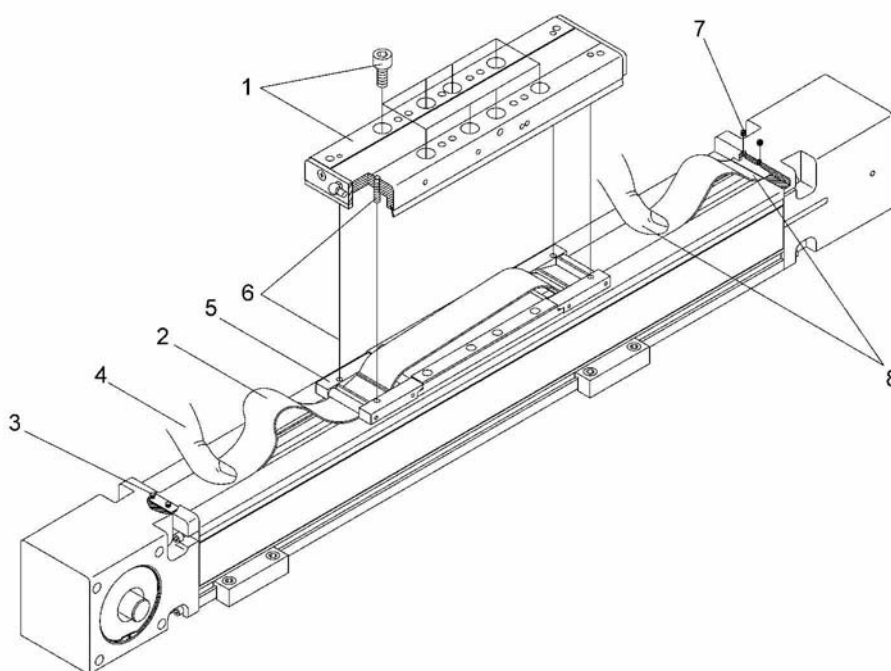

Fig. 9:
1. **Figure 9 :** Enlever les vis de fixation du chariot et soulever le chariot complet verticalement, avec précaution. Attention : les presse-bande doivent rester sur le profilé tubulaire !